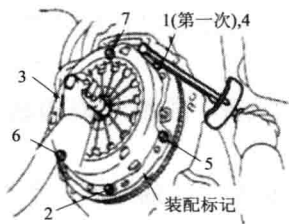

图 1-5 拆卸离合器
(2) 离合器的拆卸。
①拆卸离合器时,首先要拆下变速器。
②用专用工具将飞轮固定,然后将离合器的固定螺栓对角拧松(按图 1-5 中的数字顺序)。取下压盘总成、离合器从动盘,如图 1-5 所示。